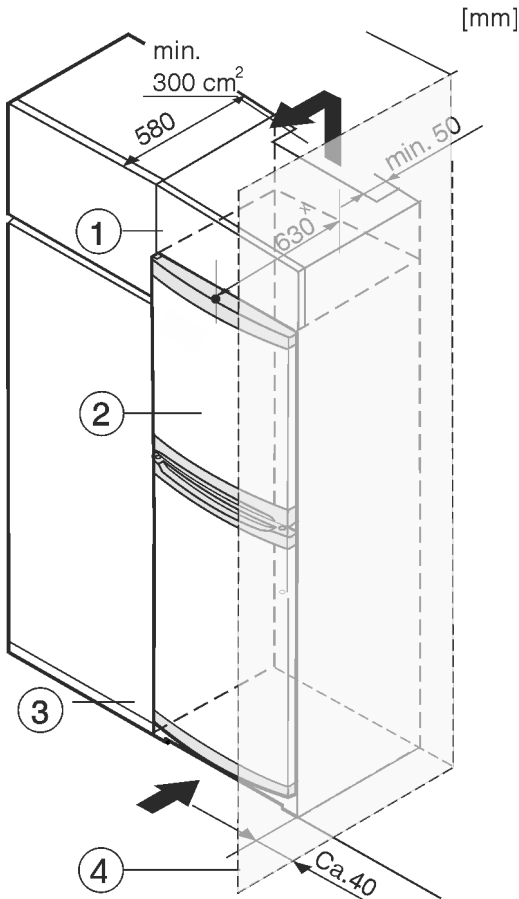

Fig. 8
- (1) Viseći ormar (3) Kuhinjski ormar
(2) Uređaj (4) Zid
Uređaj se može adaptirati za ugradnju u kuhinjske ormare. Kako biste uređaj Fig. 8 (2) prilagodili visini kuhinjskog namještaja, iznad uređaja možete postaviti viseći ormar Fig. 8 (1).
Kod adaptacije s kuhinjskim ormarima (dubina maks. 580 mm) uređaj se može postaviti izravno uz kuhinjski ormar Fig. 8 (3). Uređaj stoji bočno 34 mm * i u sredini uređaja 50 mm * nasuprot pročelju kuhinjskog ormara.
Kada se uređaj postavlja s okovima pored zida Fig. 8 (4), razmak između uređaja i zida mora iznositi najmanje 40 mm. To odgovara stajanju ručice kod otvorenih vrata.